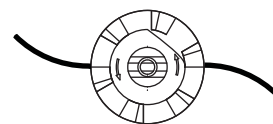

Fig. 21
3. Desenrosque la línea vieja de la bobina y sáquela del orificio central de la bobina. (Fig. 21)